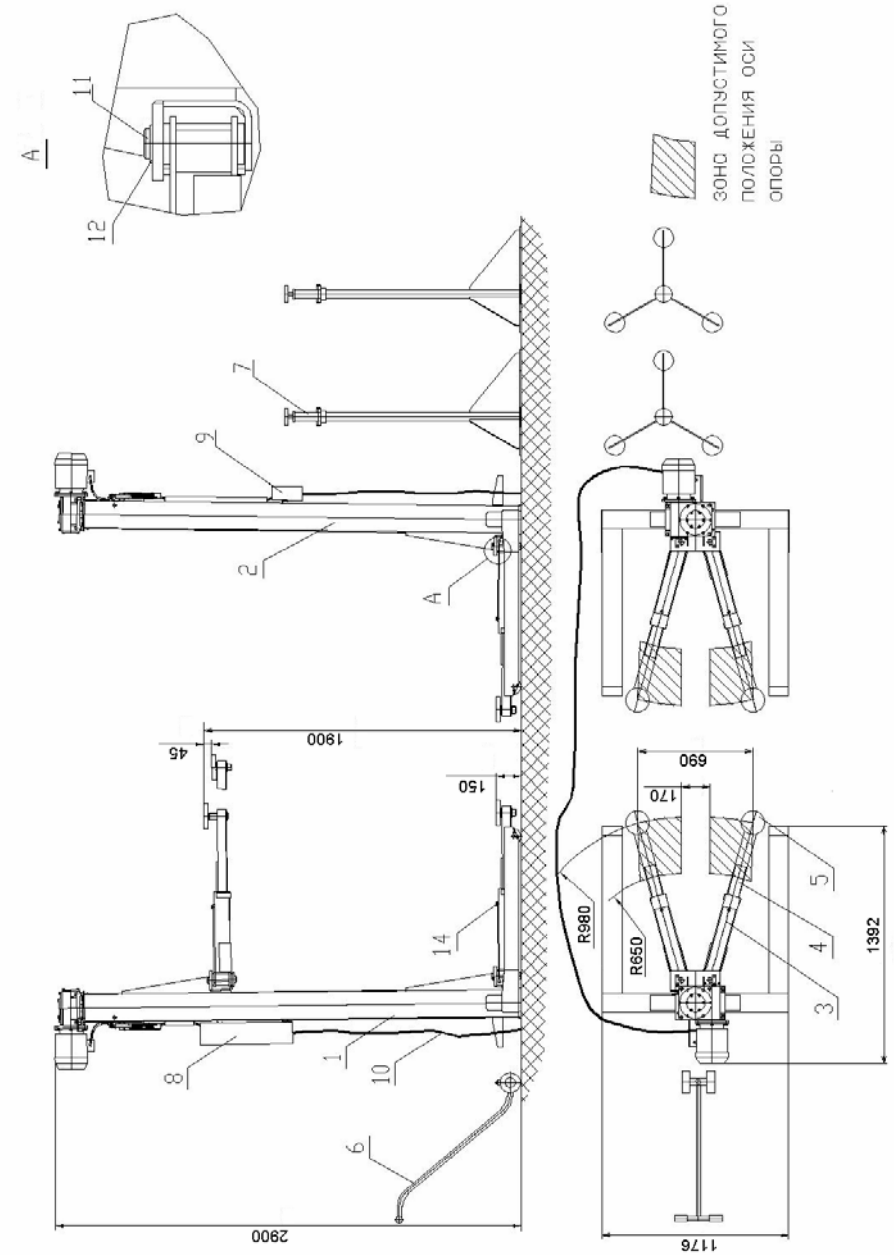

Рис. 1. Подъемник передвижной ПП - 3
4.1. Подъемник состоит из: двух стоек 1 и 2, (см. Рис. 1) четырех балок 3 со вставками 4, четырех опор 5, тележки 6, подставок 7, кабеля соединительного 10.